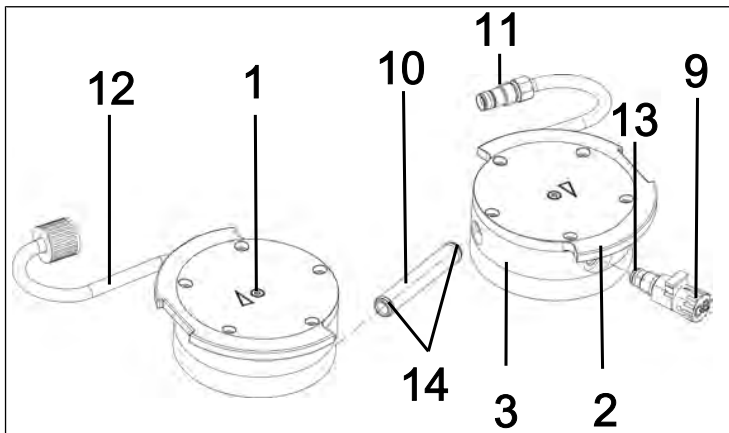

Fig.28: Sustitución de las juntas tóricas
2. Extraer el tubo de conexión (10/ Fig. 28) de la tapa del cabezal (3).
**i** Las dos conexiones de manguera (11) y (12) permanecen montadas en las tapas del cabezal.
3. Sustituir las dos juntas tóricas (**14**) del tubo de conexión (**10**/Fig. 28).
**i** Si las juntas tóricas (**14**) no pueden extraerse de los tubos de conexión (**10**/Fig. 28), comprimirlas ligeramente entre sí y extraerlas en caso necesario con unas tenazas.
6. Desenroscar el lastre de gas (**9**/Fig. 28) de la tapa del cabezal (**3**).
7. Sustituir la junta tórica (**13**) del lastre de gas (**9**/Fig. 28).
8. Enroscar el lastre de gas (**9**/Fig. 28) hasta el tope en la tapa del cabezal (**3**) correspondiente. A continuación, girarlo de nuevo hacia atrás hasta que la superficie esté alineada hacia arriba.
7. Introducir el tubo de conexión (**10**/Fig. 28) de nuevo en las dos tapas del cabezal (**3**).